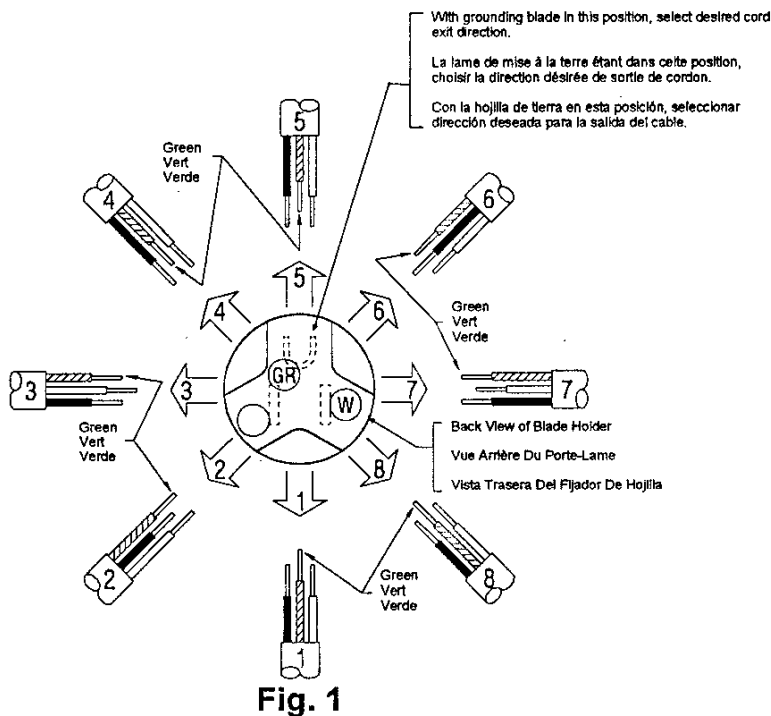

Fig. 1
- 2) Select cord exit direction from Fig. 1. Strip cord jacket and conductor insulation as shown in Fig. 2.
- 2) Choisir la direction de sortie du cordon à partir de la fig. 1. Dénuder le cordon et les conducteurs comme illustré sur la Figure 2.